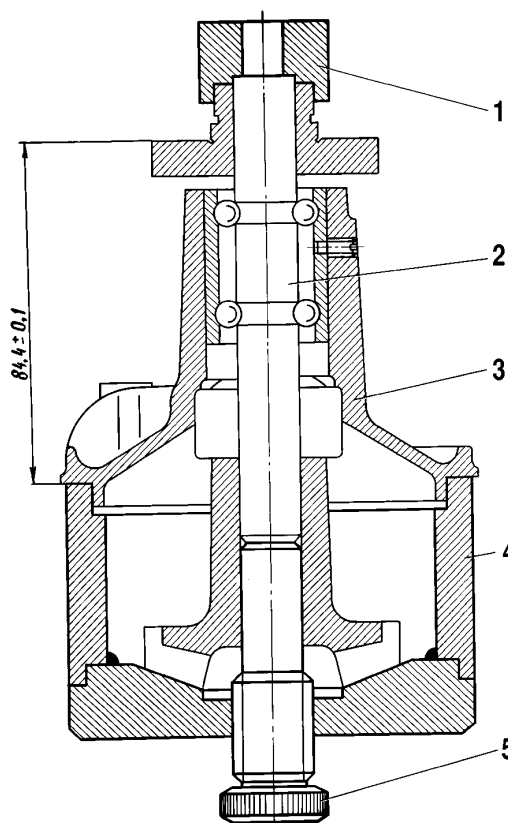

Fig. 2-65. Emmanchement de roue à pales sur l'axe de la pompe à l'aide de l'outil A.60430:
- en se servant de l'outil A.60430 (fig. 2-65) emmancher sous presse le moyeu de poulie sur l'arbre en observant les cotes de $84,4 \pm 0,3$ mm. Au cas où le moyeu est métallocéramique, n'emmancher que le moyeu neuf.